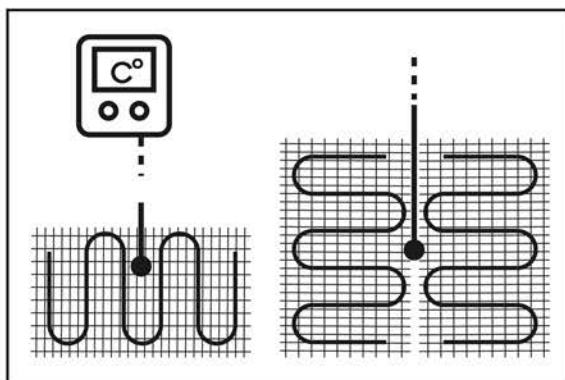

Рис. 5 – Установка датчика температуры пола между витками кабеля
4. Поместить датчик температуры пола в гофрированную трубу, которая входит в комплект. Конец трубки закрыть заглушкой, во избежание попадания монтажного раствора и мусора. Датчик температуры должен легко извлекаться из гофрированной трубки. Рекомендованный радиус изгиба трубки между стеной и полом должен быть не менее 50 мм. Трубка с датчиком внутри должна располагаться на равном расстоянии между витками кабеля для наиболее точного измерения температуры (рис.5). Подробнее в руководстве по эксплуатации терморегулятора, в комплект которого входит датчик.